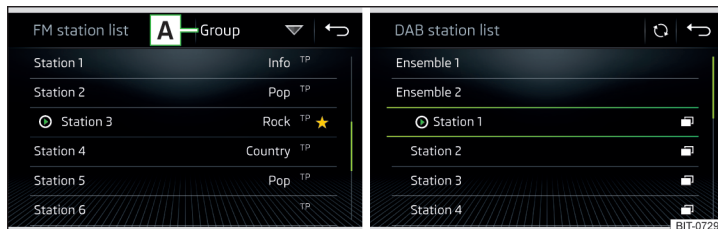

Fig. 184 Exemplu de listă a posturilor de radio FM/DAB disponibile
- Pentru **sortarea** (FM) posturilor de radio în ordine alfabetică, după grupă sau gen, atingeți suprafața de comandă funcții [A] » fig. 184 » !.
- Pentru **filtrarea** posturilor în funcție de tipul programului (de ex. cultural, muzical, sportiv etc.), atingeți în lista de posturi FM (cu funcția RDS activată) și în lista de posturi DAB (la selectarea sortării alfabetică a listei de posturi) suprafața de comandă funcții [A] » fig. 184.
► Pentru actualizarea **manuală**, atingeți suprafața de comandă funcții.  » fig. 184.